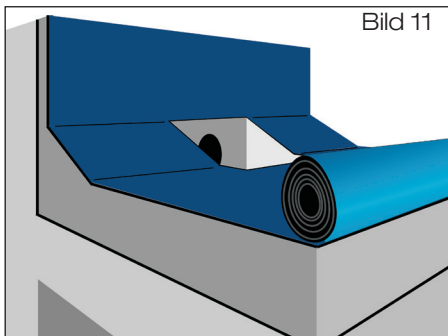

Bild 11
- 2.5 Zweite Lage der Dachdichtungsbahn über Ablauf ausrollen. Im Bereich des Attikaablaufes Aussparung mit Abmessungen entsprechend Außenkonturen der Sieböffnung vorsehen (Bild 11). Zweite Lage der Dachdichtungsbahn zurückrollen, Anschlussmanschette und zweite Lage der Dachdichtungsbahn gemäß Verlegevorschriften des Dachdichtungsbahnherstellers verschweißen. Überstände der Abdichtungslage in den Einlaufbereichen sind zu entfernen.